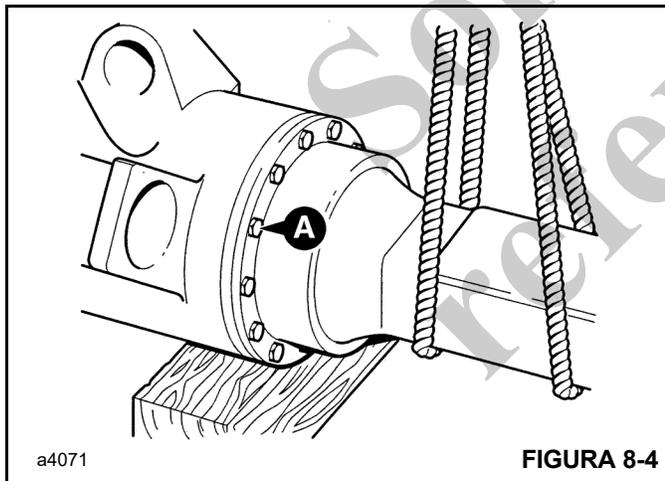

FIGURA 8-4
2. Apoye el brazo del eje y quite los pernos A (Figura 8-4).